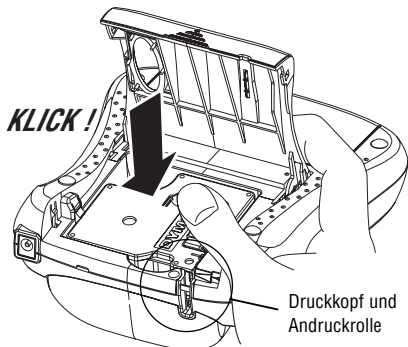

Abb. 4
4. Legen Sie die Bandkassette so ein, dass das Band zwischen dem Druckkopf und der Andruckrolle positioniert ist (Abb. 4).